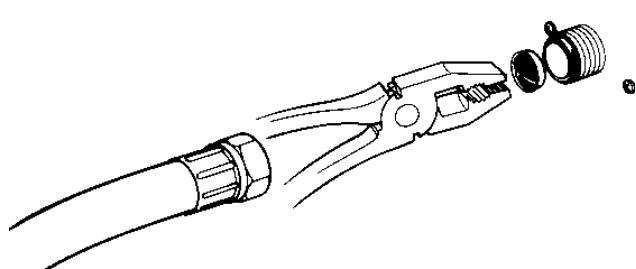

fig. 18
- Remove the filters inside machine water inlets (*fig. 18*), pull towards the outside with pliers.
- Sacar los filtros del interior de las entradas de agua de la máquina (*fig. 18*), tirando hacia el exterior con la ayuda de unos alicates.
- Enlever les filtres à l'intérieur des arrivées d'eau de la machine (*fig. 18*), en poussant vers l'extérieur à l'aide de pinces.